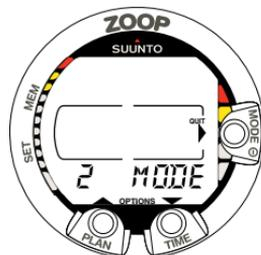

Fig. 4.1. Mode Menu [2 MODE].
1. Pour accéder au mode menu entrez dans le mode plongée et appuyez une fois sur le bouton « CLÉ » (MODE) (Fig. 4.1.).